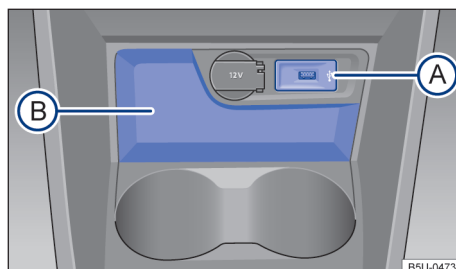

Fig. 95 En la consola central delantera: portaobjetos.
En la consola central delantera hay un portaobjetos abierto → fig. 95 (B).